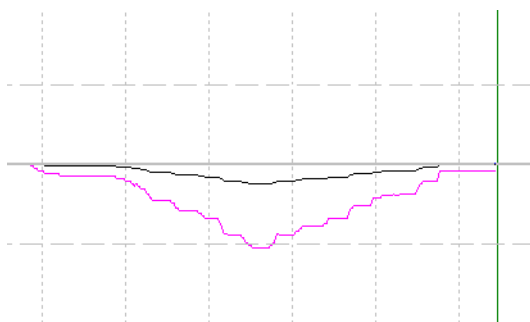

Рис. 3.3.
7. Проверьте работу триммера, используя программу VKBJoytester. На рис. 3.3 показано состояние осей №8 и №1 при вращении оси №8.